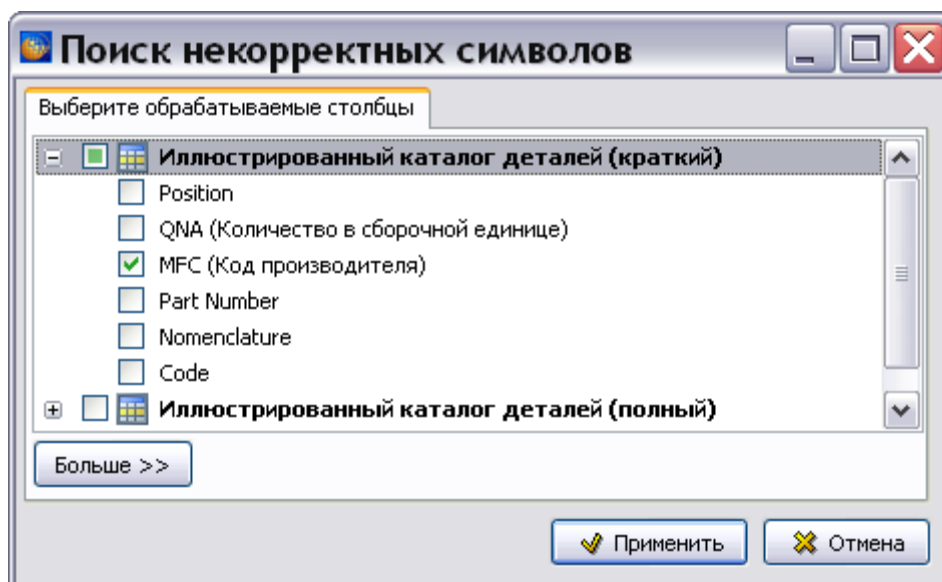

Рис. 21.188
4. В окне **Анализ** нажмите на кнопку **Применить**. После этого появится окно **Поиск некорректных символов**. В этом окне отображены названия шаблонов каталогов, используемых в проекте. Раскройте дерево шаблона каталога и установите флаг у атрибутов, в значениях которых будет осуществляться поиск некорректных символов (Рис. 21.188).